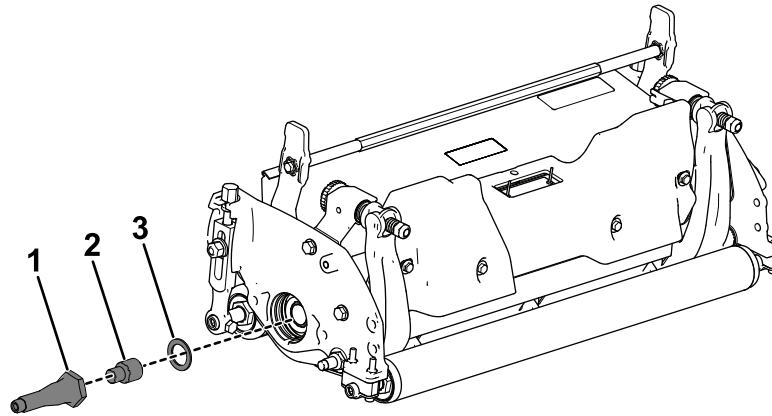

Figure 11
4. Placez l'ensemble rondelle et adaptateur dans le cylindre et serrez-le à un couple de 115 à 129 N·m ; voir Figure 11.